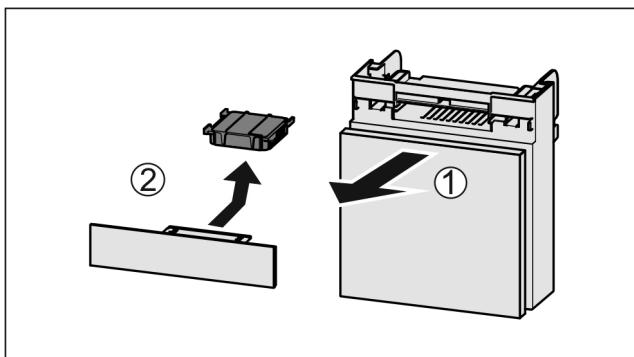

Fig. 170
- ▶ Издърпайте Fig. 170 (1) напред от отделението.
- ▶ Извадете Fig. 170 (2) филтъра с активен въглен.